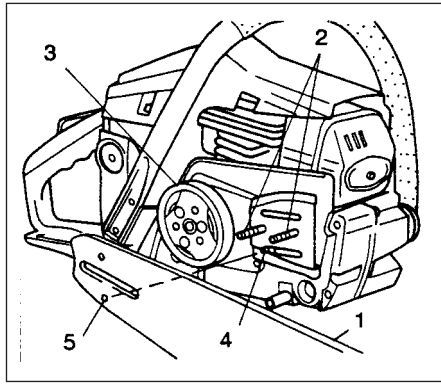

Fig.1-1
1. Desmonte la caja lateral aflojando las 2 tuercas de fijación de la barra de guía e instale la barra de guía (1) en el tornillo (2), luego, lo empuje hacia la rueda dentada lo más lejos posible. (3). Accertarsi che la borchia del bullone di regolazione del tendicatena (4) sia inserita adeguatamente nel foro della lama (5). (Fig. 1-1)